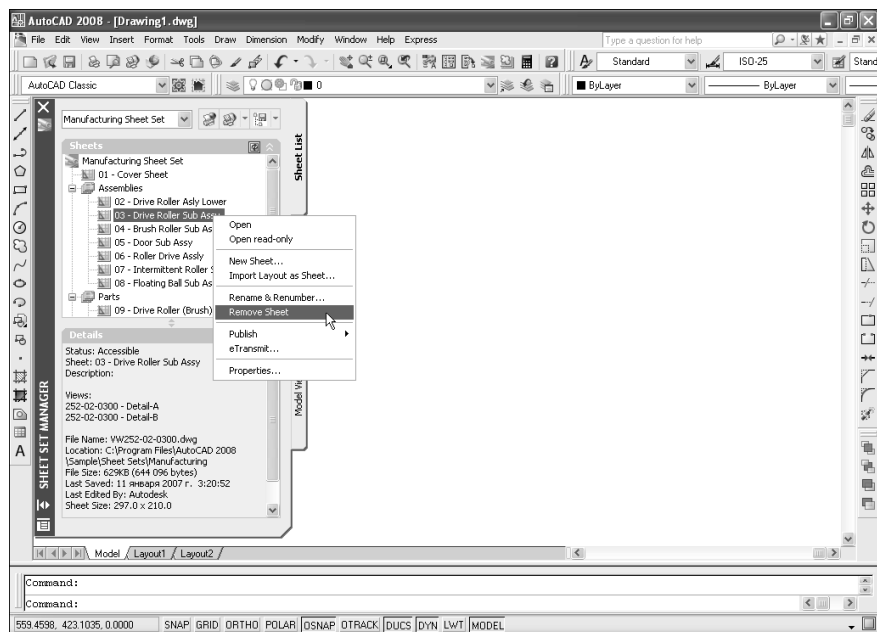
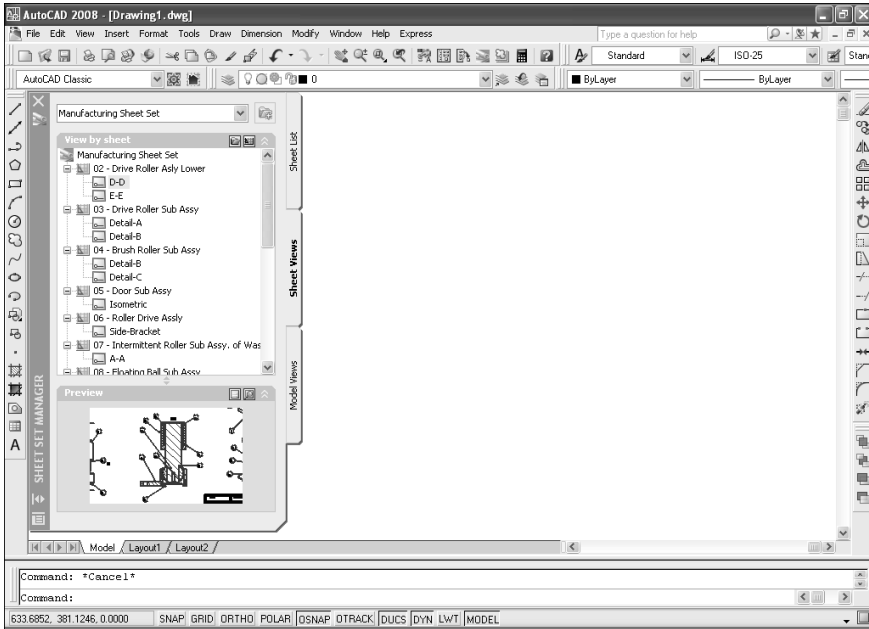

Рис. 8.19. Контекстное меню листа
Рис. 8.21. Вкладка **Sheet Views** в режиме **View by sheet**
В случае необходимости пользователь может изменить порядок следования листов и вложенных групп на вкладке **Sheet List** (Список листов), перетаскивая соответствующие элементы с помощью мыши. Для удаления листа следует выделить этот лист (либо несколько листов), а затем выбрать из контекстного меню листа (рис. 8.19) команду **Remove Sheet** (Удалить группу).
вом режиме (рис. 8.21) информация о видах выводится по именам листов компоновок.
***Примечание.** Нижний раздел палитры **SHEET SET MANAGER** для любой вкладки может находиться в режиме **Details** (см. рис. 8.19) или в режиме **Pre-view** (Просмотр), как на рис. 8.21. Переключение в тот или иной режим осуществляется щелчком по соответствующей кнопке в заголовке раздела.*